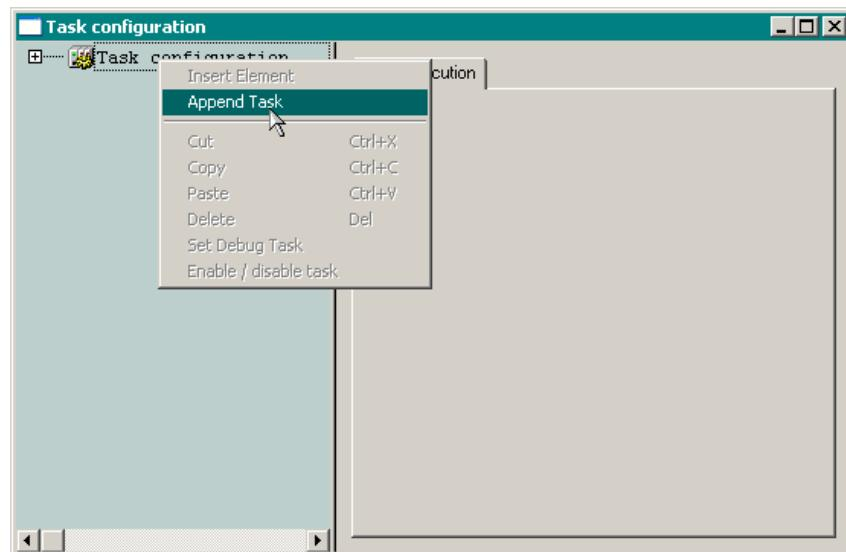

Рис. 8. Добавление задачи в окне ресурса Tasks Configuration
1. Щелкните на вкладке **Resources** в главном окне CoDeSys, а затем дважды щелкните на ресурсе **Tasks Configuration** в древовидном списке ресурсов контроллера. На экране появится окно ресурса **Tasks Configuration**, показанное на рис. 8.